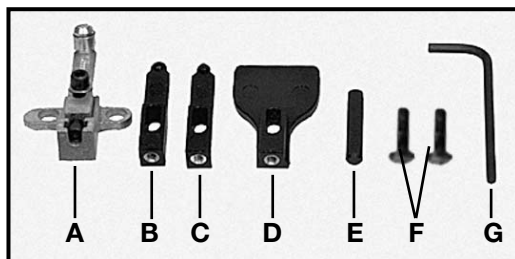
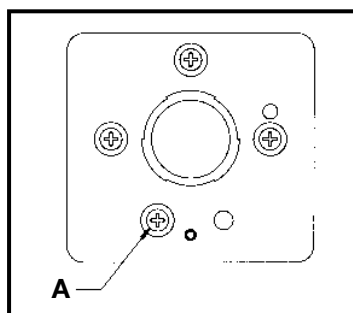
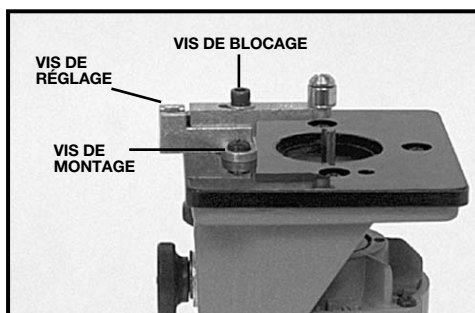

Fig. 4
Fig. 5
Fig. 5A
biseauter la coupure, ou un 22° biseauter la coupure. Le nécessaire contient les pièces montrées à la Fig. 4. Posez le guide 73100 comme suit :
2. La base et le cylindre dirigeant (A) Fig. 4, est assemblé à l'usine. Se pour assembler, enlever une sous-base montant la vis (A) Fig. 5 et l'épingle d'alignement d'insertion dans la base de guide dans le trou (C) dans le fond de sous-base plus mince. Attacher avec deux vis montant (F) Fig. 4, selon Fig. 5A. Ne pas resserrer en ce moment.
4. Aligner le guide de cylindre avec le morceau en desserrant verrouillant la vis (Fig. 5A) et tournant ajuster la vis, avec la clé plate de sort fournie, jusqu'à ce que le guide est dans l'emplacement désiré. LA NOTE : le Guide montant des trous sont permettre guide trop grands qu'être tourné sur l'épingle d'alignement pour aligner le cylindre de guide avec le morceau.
3. Retirez le guide de rouleau et remplacez par le guide d'affleurage à ras (B) (Fig. 4). Ce guide peut être identifié par la lettre « F » qui y est moulée. Le goujon à l'extrémité du guide doit être dirigé vers la base de l'affleureuse.
4. Posez la jauge de réglage du guide (E) Fig. 4, dans la douille de l'affleureuse (voir POSE DE LA MÈCHE). Posez le moteur de l'affleureuse sur la base. Réglez le guide de manière à ce que le trou à l'extrémité de la jauge puisse être positionné par-dessus le goujon du guide.
1. Suivez les étapes 1 à 5 de la section AFFLEURAGE À RAS sauf que vous devez poser le guide d'affleurage en biseau (C) (Fig. 4). Ce guide s'identifie par la lettre « B » qui y est moulée.